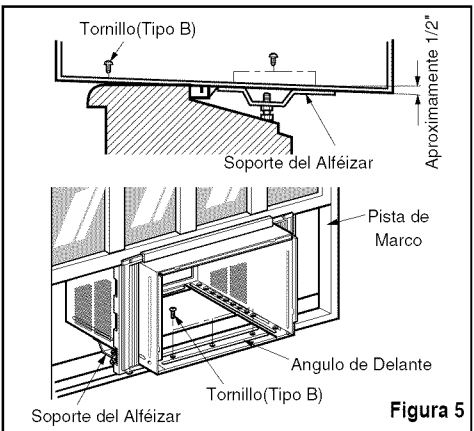

Figura 5
6. El gabinete debe ser instalado con una **pequeña caída (cerca de 1/2")** hacia abajo hacia afuera (Ver Figura 5).